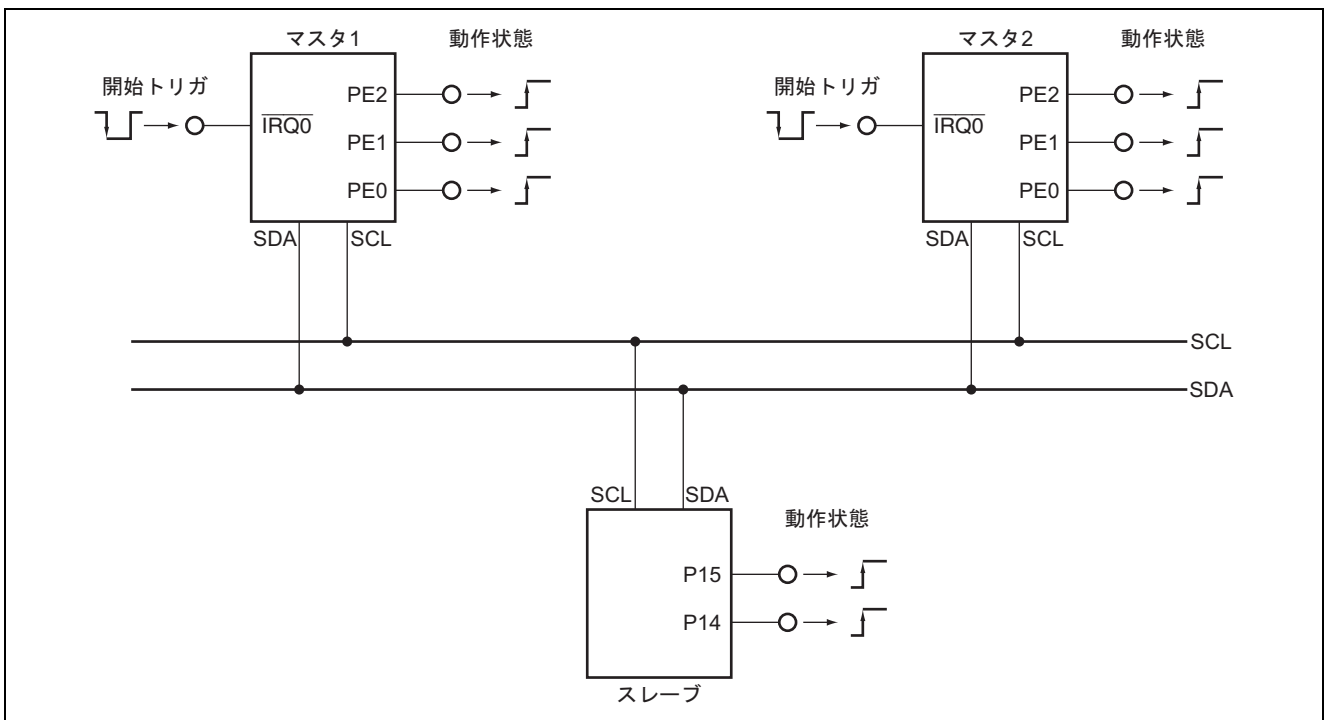

図 1 I2C バスインタフェースマルチマスタモード通信接続図
- 図 1 に I2C バスインタフェースによるマルチマスタモード通信の接続図を示します。表 1 に各デバイスのスレーブアドレスと SAR\_0 レジスタへの設定値を示します。